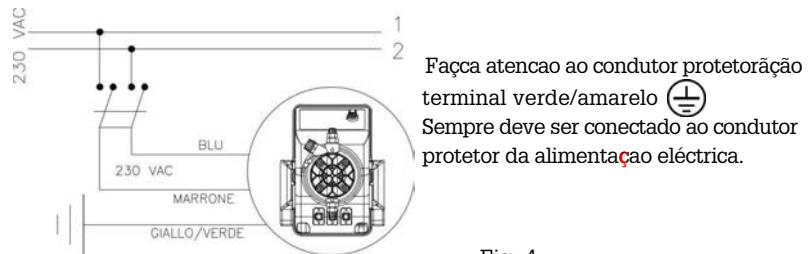

Fig. 4
- b.- Todas as nossas bombas dosadoras eletromagnéticas são monofásicas 230 V - 50/60 Hz (Fig. 4). O cabo de alimentação é fornecido sem plugue. A bomba dosadora deve ser conectada à rede eléctrica com plugue 3 pinos (Azul e Marrom para força e Amarelo+Verde para o terra). Antes de ligar a bomba à rede eléctrica, todos os circuitos de alimentação devem ser desligados.